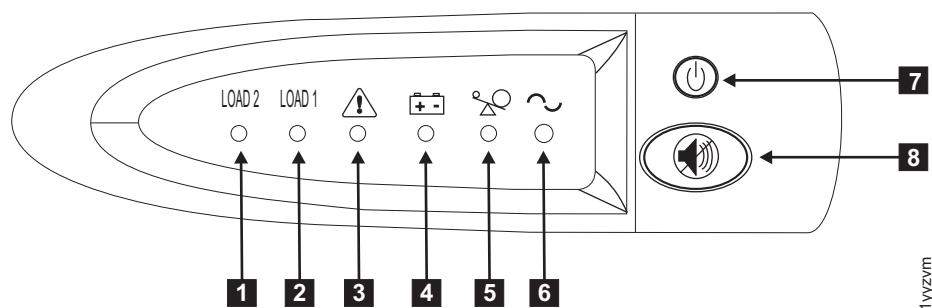

図 320. 2145 UPS-1U のフロント・パネル・アセンブリー
- 2145 UPS-1U の電源をオンにするために、オン/オフ・ボタン (図 320 の **2**) を押したままの状態にします。2145 UPS-1U の一部のバージョンでは、オン/オフ・ボタンを押すために、ねじ回しのような先の尖った道具が必要な場合があります。2145 UPS-1U は自己診断テストを行います。これには約 5 秒かかります。その後で、電源オン・インディケータ **1** と負荷インディケータ (**7** および **8**) が恒常的に点灯し、2145 UPS-1U が SAN ボリューム・コントローラーに電源を供給していることを示します。2145 UPS-1U は、通常モードのときにバッテリーの充電を開始します。